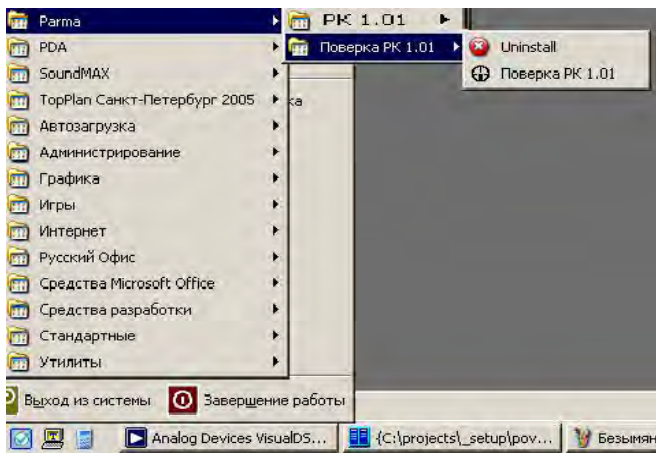

Рисунок 38
7.6 Программа установки добавит значки для запуска ПО «Мастер поверки РК1.01» из меню программ. По умолчанию создается каталог с именем «Поверка РК1.01» (см. рисунок 38).